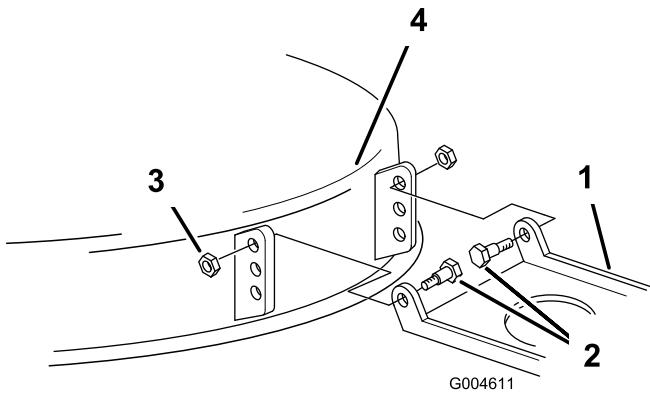

Figure 49
18. S'il est impossible d'obtenir l'inclinaison avant de 6 à 16 mm requise en tournant l'écrou de réglage, déplacez le pivot sur le plateau (Figure 49).
19. Enlevez les boulons à épaulement et les contre-écrous de la machine (Figure 49).
20. Placez le pivot du plateau dans un trou inférieur et remettez les boulons à épaulement et les contre-écrous (Figure 49).